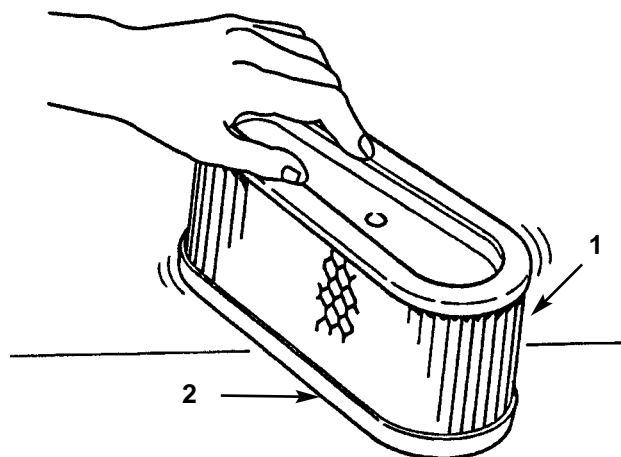

Fig. 32
- A. Picchiettate leggermente il filtro su una superficie piana per rimuovere polvere e sporco (Fig. 32).